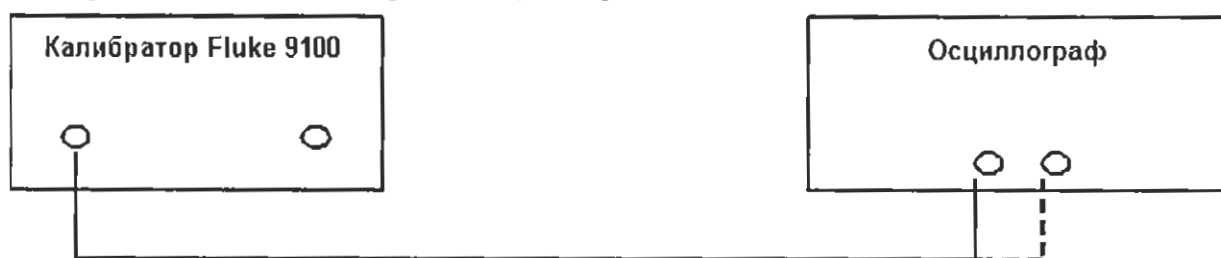

Рис. 1
1. Собрать схему поверки, приведенную на рис. 1.
- установить для канала 1 связь по постоянному току (DC);
6. Установить на осциллографе величину коэффициента развертки 1 (10) мс/дел и наблюдать в строке «Частота» окна параметров измерений измеренное значение частоты нулевых биений.
1. Собрать схему поверки, приведенную на рис. 1, при этом соединить выход калибратора с входом внешней синхронизации «EXT TRIG IN».